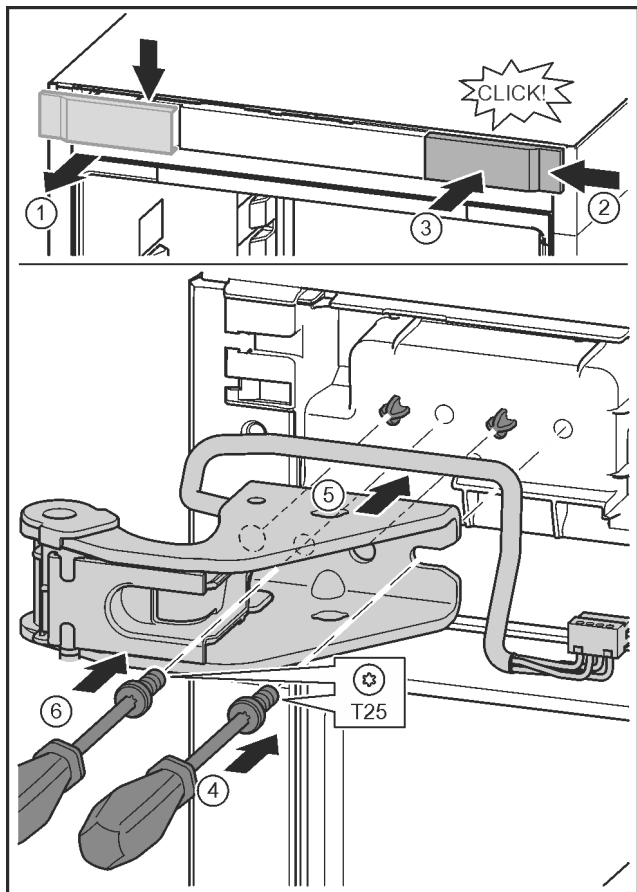

Fig. 28
- ▶ 松开盖板并从侧面取下。 Fig. 28 (1)
- ▶ 将盖板旋转 180° 至另一侧从右边挂上。 Fig. 28 (2)
- ▶ 插入盖板。 Fig. 28 (3)
- ▶ 用 T25 螺丝刀装上螺钉。 Fig. 28 (4)
- ▶ 装上上方的托架。 Fig. 28 (5)
- ▶ 旋紧螺钉。 Fig. 28 (4)
- ▶ 用 T25 螺丝刀安装并旋紧螺钉。 Fig. 28 (6)